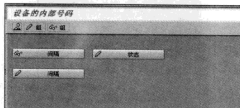

图 10-81 “设备的内部号码”界面
STEP 1 在命令栏输入 SPRO 命令, 通过菜单选择“工厂维护和服务→工厂维护和服务中的主数据→技术对象→设备→设备种类→定义编号范围”选项, 或者直接在命令栏中输入“OIKN”命令, 在弹出的界面中单击“”按钮, 进入“设备的内部号码”界面, 如图 10-81 所示。